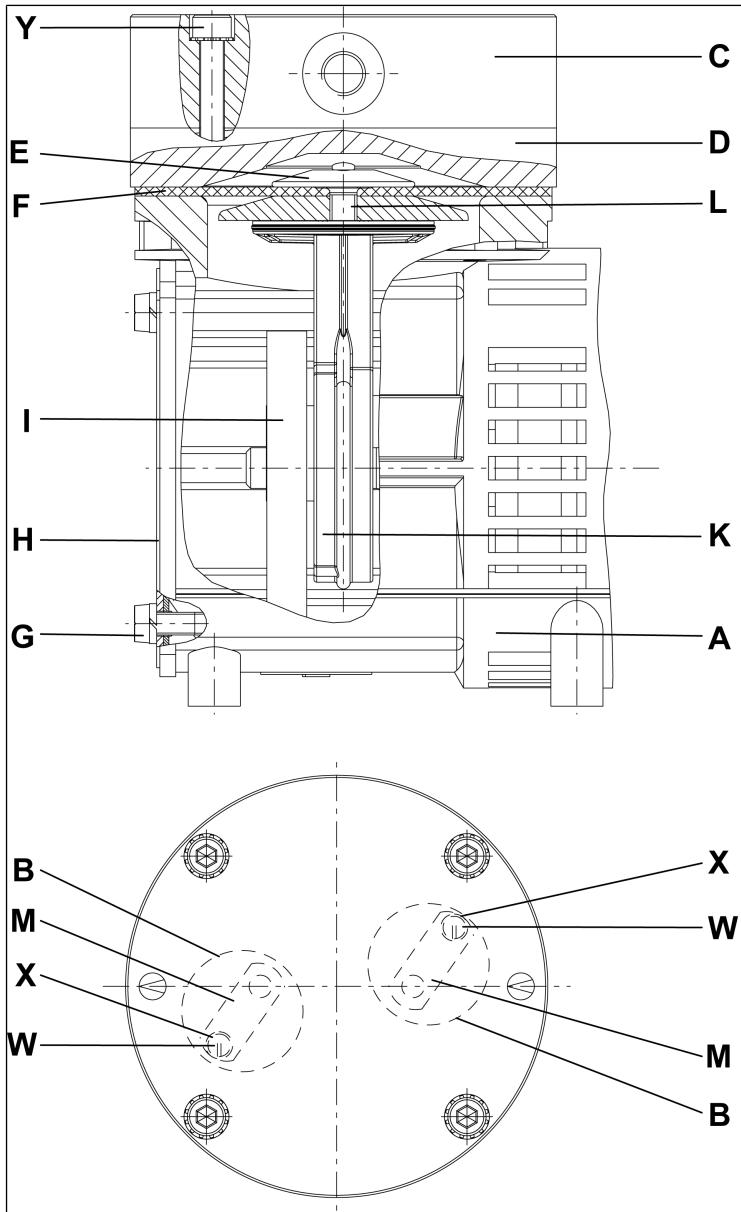

Fig.7: Elementi pompa per modelli di pompe con teste e molle valvole lisce (acciaio inox; l'illustrazione ha solo scopo simbolico)
\*\*come da capitolo Fig. 7
**i** I seguenti numeri di posizione si riferiscono agli Fig. 7.